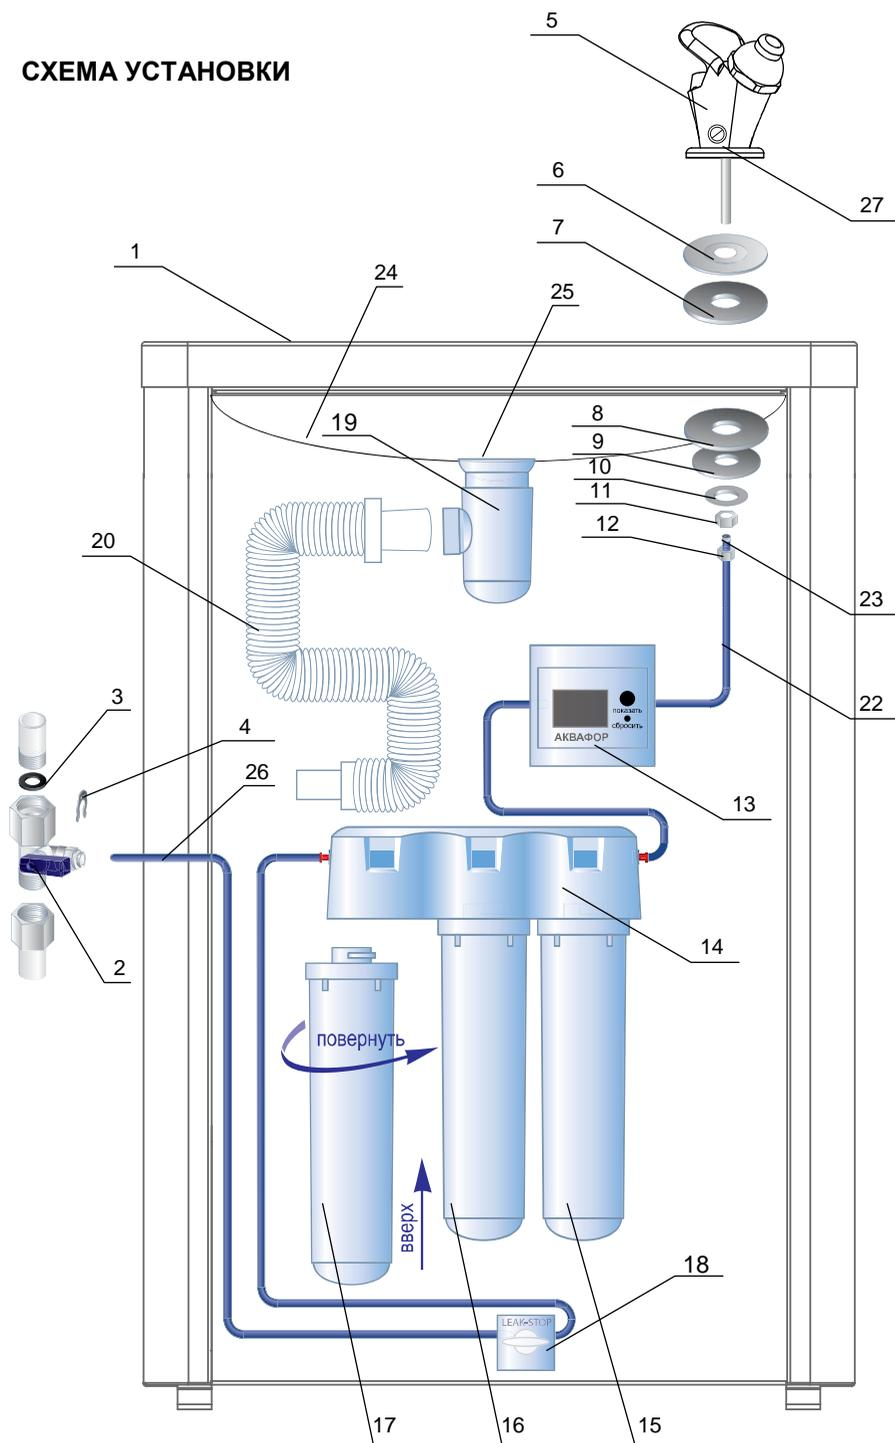

Рис. 1
Схема установки водоочистителя фонтан изображена на Рис. 1.
- Определите удобное место установки узла подключения (2) к водопроводу (см. Рис. 1 – Схема установки). Обратите внимание, чтобы соединительные трубки проходили свободно, без изломов. Свободные участки трубок следует закрепить так, чтобы их нельзя было повредить или выдернуть из соединений посторонними предметами.